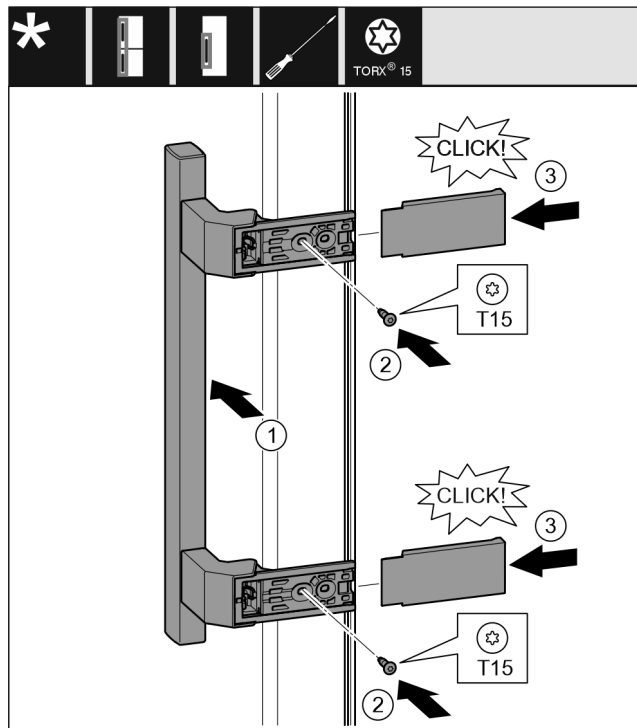

Fig. 20
- ▶ Nasadte madlo na protilehlé straně. Fig. 20 (1)
- ▶ Šroubovákem T15 pevně utáhněte šrouby. Fig. 20 (2)
- ▶ Z boku nasadte a nasuňte kryty. Fig. 20 (3)